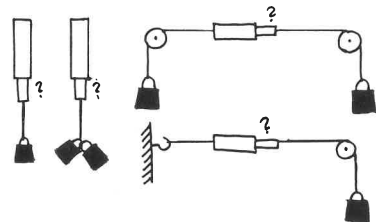

Fig. 35
d) Her hører også den kendte forsøgsrække hjemme, der er løseligt skitseret på fig. 35.